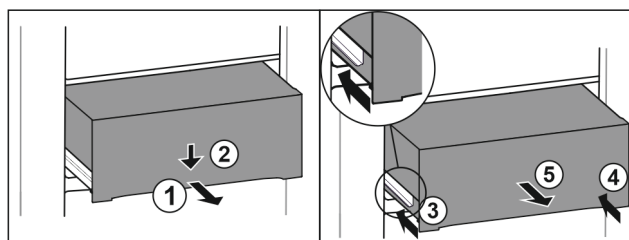

Fig. 71
- Витягніть ящик на половину. Fig. 71 (1)
- Спрямуйте висувний ящик вниз спереду. Fig. 71 (2)
- Вставте ліву рейку приблизно на 2 см. Fig. 71 (3)
- Вставте праву рейку приблизно на 2 см. Fig. 71 (4)
- Вийняти висувний ящик рухом вперед. Fig. 71 (5)